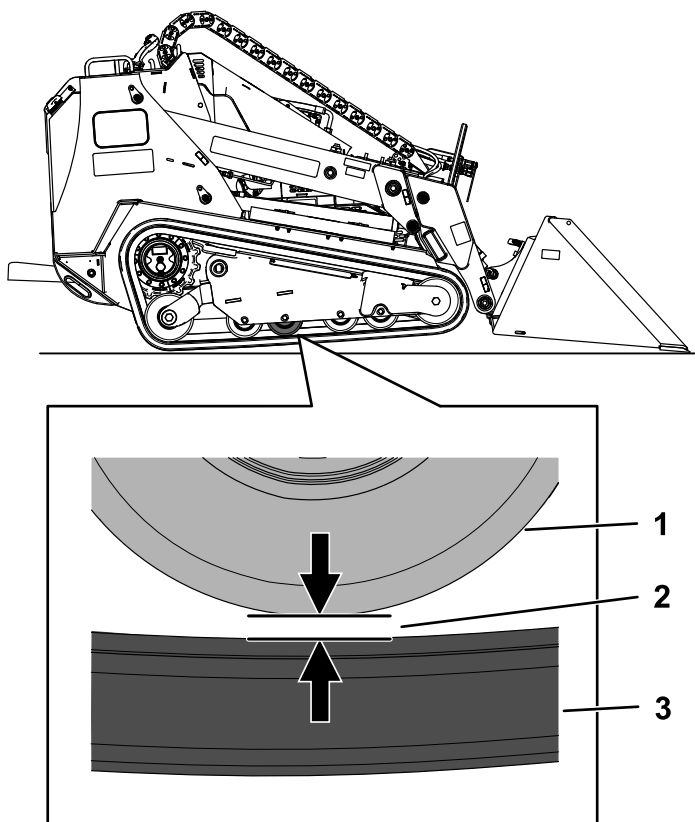

Figura 63
4. Compruebe que la distancia entre la segunda rueda de rodaje, contando desde atrás, y la oruga es de 20 mm (0.8"), como se muestra en la Figura 63. Si es necesario realizar ajustes, vaya a Ajuste de la tensión de las orugas (página 55)
7. Usando una llave de carraca de 1/2", gire el tornillo tensor hasta que la distancia entre la rueda de rodaje y la oruga sea de 20 mm (0.79"), como se muestra en la Figura 63.
11. Usando una llave de carraca de $\frac{1}{2}$ ", gire el tornillo tensor en sentido antihorario hasta que la distancia entre la rueda de rodaje y la oruga sea de 20 mm (0.79"), como se muestra en la Figura 63.